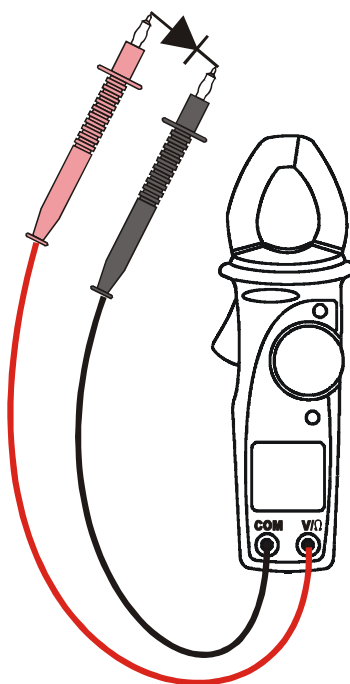

Fig. 9: Utilizzo della pinza per il test su diodi
2. Inserire il cavo rosso nel terminale di ingresso V/Ω e il cavo nero nel terminale di ingresso COM, come mostrato in Fig. 9.